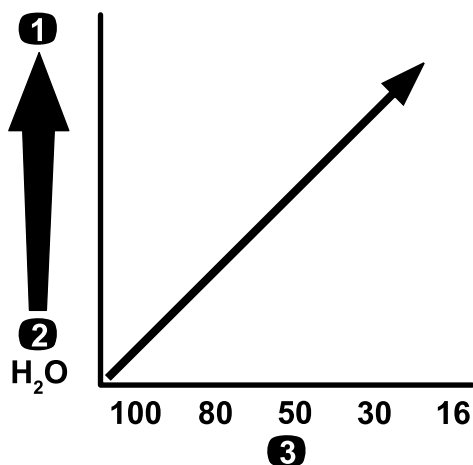

Рисунок 92
**Внимание:** При распылении химикатов с более высокой вязкостью (более плотных) или растворов со смачивающимися порошками может потребоваться применение более грубого сетчатого фильтра для приобретаемого отдельно фильтра нагнетания; см. Рисунок 92.